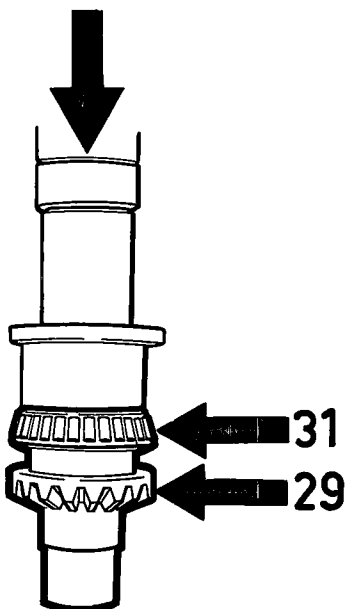

Fig. 3
1. Maak de breedte van de breedste satellietenhuishelft (23a, zie fig. 3) gelijk aan die van de smalste (23), door er op een draaibank een gedeelte vanaf te steken.
2. Vervang het kogellager (31) door een conisch rollager.
3. Het schoepenwiel (22) vervalt, onder de bouten worden in plaats hiervan vulringen geplaatst.
4. De borgveer (27) en de binnenloopring (30) vervallen.
5. De speling van de satellieten wordt ingesteld met behulp van vulplaten (1 mm; 0,5 mm; 0,3 mm; 0,2 mm) die onder het kogellager (17) worden geplaatst.
- de uitwendige diameter 0,1 mm kleiner is dan die van het kogellager (17);
5. Pers het rollager (31) op het planeetwiel (29) (fig. 3).